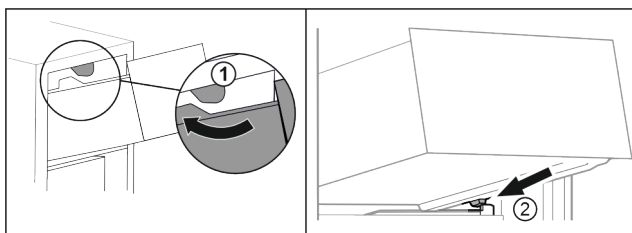

Fig. 83
- Schubfach um die oberen Stopper herumführen. Fig. 83 (1)
- Schubfach schräg hinter den unteren Stoppern auf Behälterrippe aufsetzen. Fig. 83 (2)